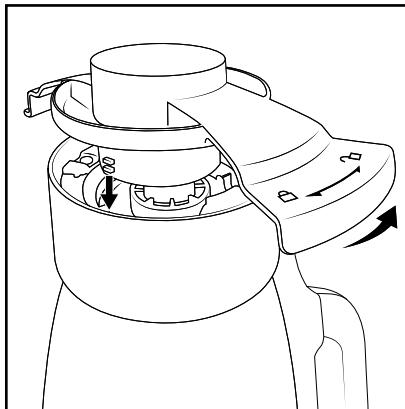

Abb. 4
- Messer ⑯ nicht mit bloßen Händen berühren.
- Nehmen Sie das Messer ⑯ für eine gründliche Reinigung vom Mixer ⑯ ab:
- Nehmen Sie ggf. den Mixer-Deckel ⑮ vom Mixer ⑯ ab, wie im Kapitel „Arbeiten mit dem Mixer“ beschrieben.
- Stellen Sie den Mixer ⑯ auf den Kopf.
- Entfernen Sie mit Hilfe der Deckelverriegelung ⑭ das Messer ⑯. Setzen Sie dazu die Deckelverriegelung ⑭ in die Arretierungen auf der Unterseite des Messers ⑯ ein und drehen Sie entgegen dem Uhrzeigersinn, bis sich das Messer ⑯ abnehmen lässt (Abb. 4).